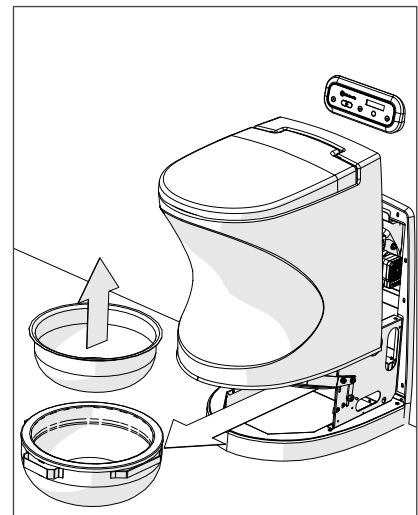

Ilustración 6
5. Saque la caja de cenizas. Retire el depósito del recipiente de cenizas y vacíe la ceniza (Ilustración 6).